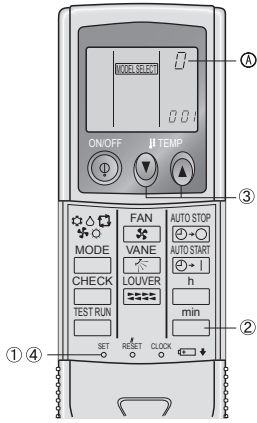

Fig. 6-7
6) การเซตหมายเลขสำหรับตู้ของรีโมทคอนโทรลแบบไร้สาย (Fig. 6-7)
① กดปุ่ม SET ด้วยวัสดุที่มีปลายแหลม